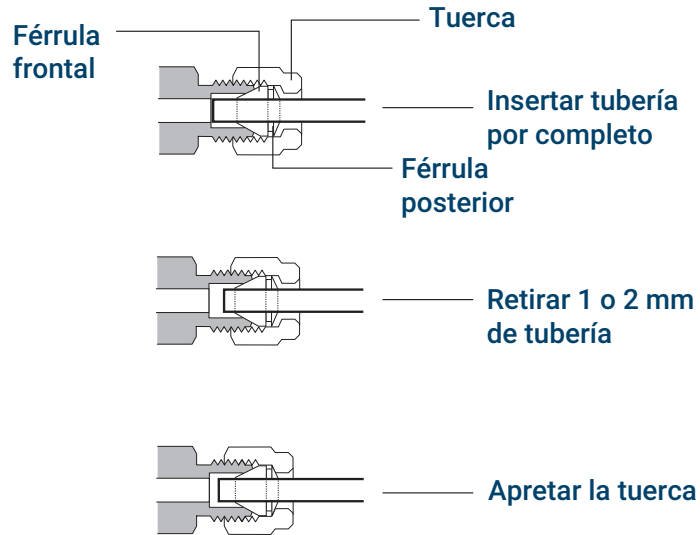

Figura 17. Inserción de la tubería
4. Empuje el tubo completamente hacia el interior del tapón y después retírelo aproximadamente de 1 a 2 mm. Consulte la **Figura 17**.